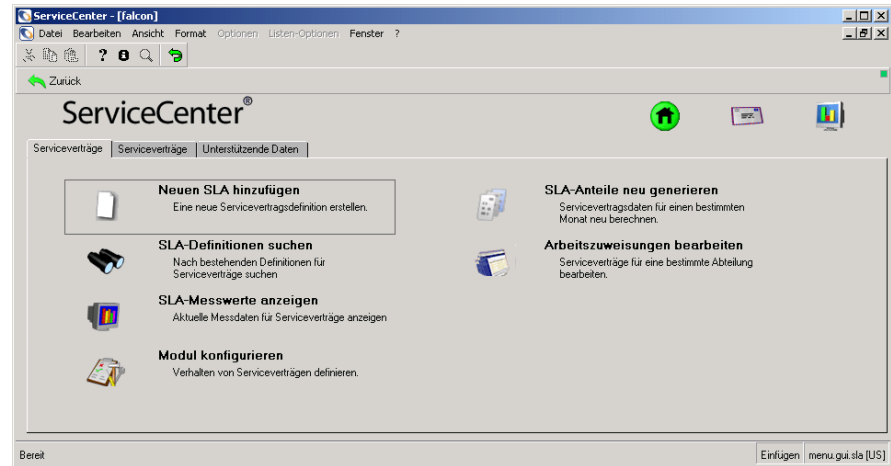

Abbildung 9-3: Menü „SLAs“
- 1 Klicken im ServiceCenter-Startmenü auf das Register Dienste auf und wählen Sie Service Level Management aus. Abbildung 9-3 zeigt das Menü SLAs.